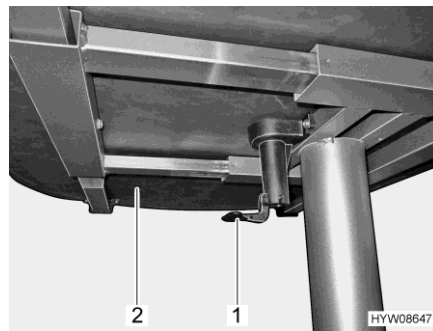

Fig. 80 Palanca para desplazamiento del tablero de la mesa
- Tirar o empujar la palanca (Fig. 80,1) hacia abajo.
- Desplazar a la posición deseada el tablero de la mesa (Fig. 80,2).